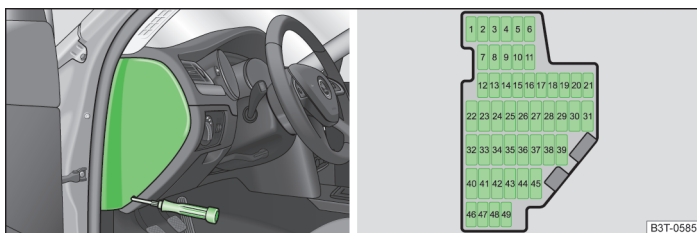

Fig. 198 Tapa de la caja de fusibles en el tablero de instrumentos / fusibles
- Quitar la cubierta de la caja de fusibles » fig. 198.